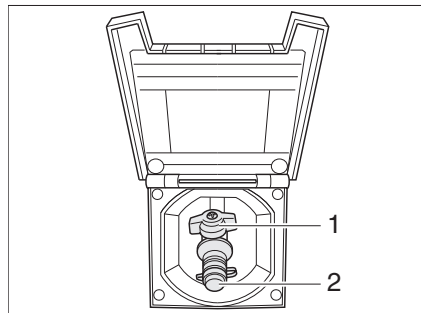

Fig. 144 Toma exterior de gas, válvula de paso de gas cerrada
La toma externa de gas (Fig. 144) está, en función del modelo, en la parte trasera o en el lado izquierdo o derecho del vehículo.
- Conectar el aparato de gas externo en el punto de conexión (Fig. 144,2).
- Abrir la válvula de paso de gas (Fig. 144,1).